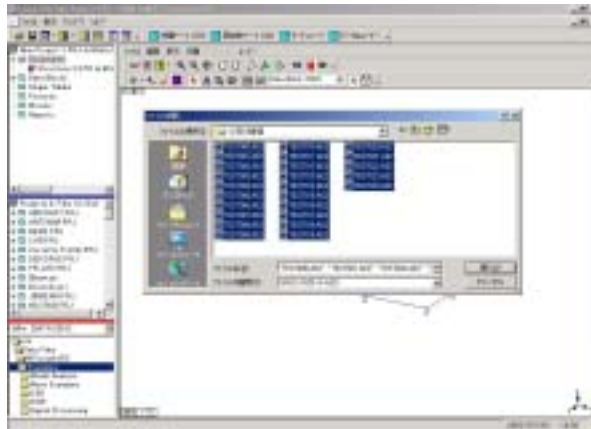

図 6 データインポート
1. メインウィンドウの【ファイル | インポート | データブロック】を実行してください。“ファイルを開く”のダイアログメッセージが表示されます。**ファイルの種類**のリストからインポートしたいファイルの拡張子を選択してください。ハンマー衝撃試験で測定したデータのフォルダを開き、インポートするデータを選択し、**開く(O)**を押します(図 6)。